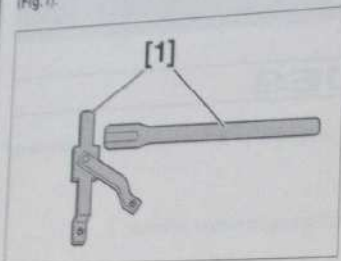

Fig. 1
- [1]. Outil d'immobilisation de moyeu (réf : 0606-T) (Fig. 1).
- [1]. Outil d'immobilisation de moyeu (réf : 6310-T) (Fig. 1).